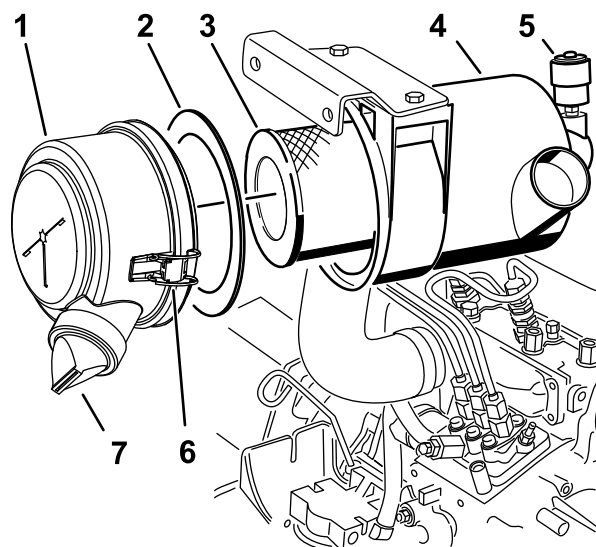

Figura 30
3. Effettuate la manutenzione dell'elemento filtrante quando la spia diventa rossa, oppure ogni 400 ore e più spesso in condizioni estreme di polvere o morchia (Figura 30).